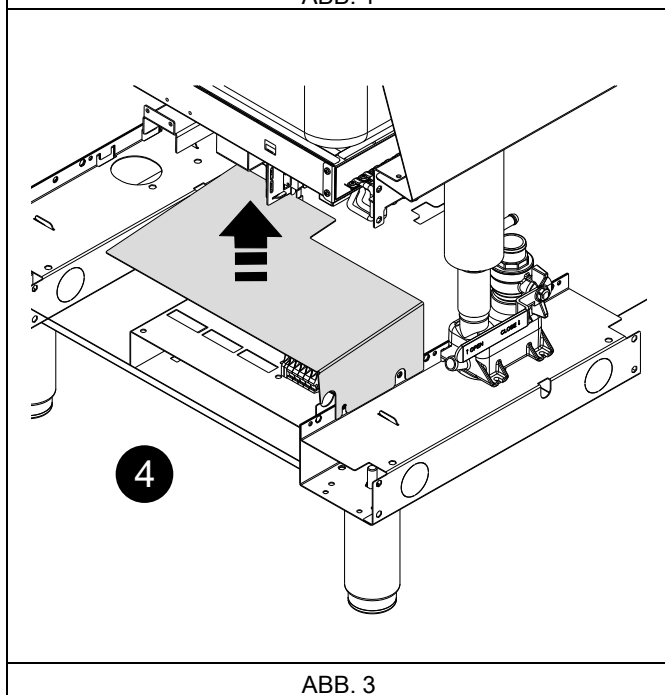

ABB. 3
1. Die Schraubverbindung "H" ausdrehen (siehe ABB. 3).
4. Die Schrauben an der Schutzabdeckung der Klemmenleiste lösen, um die Abdeckung nach oben zu schieben (siehe Detailzeichnung 4 – ABB. 3).